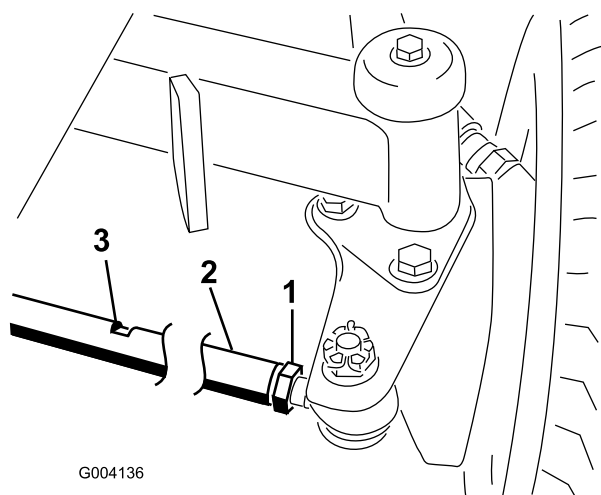

Рисунок 63
2. Ослабьте контргайку с каждой стороны тяги (Рисунок 63).